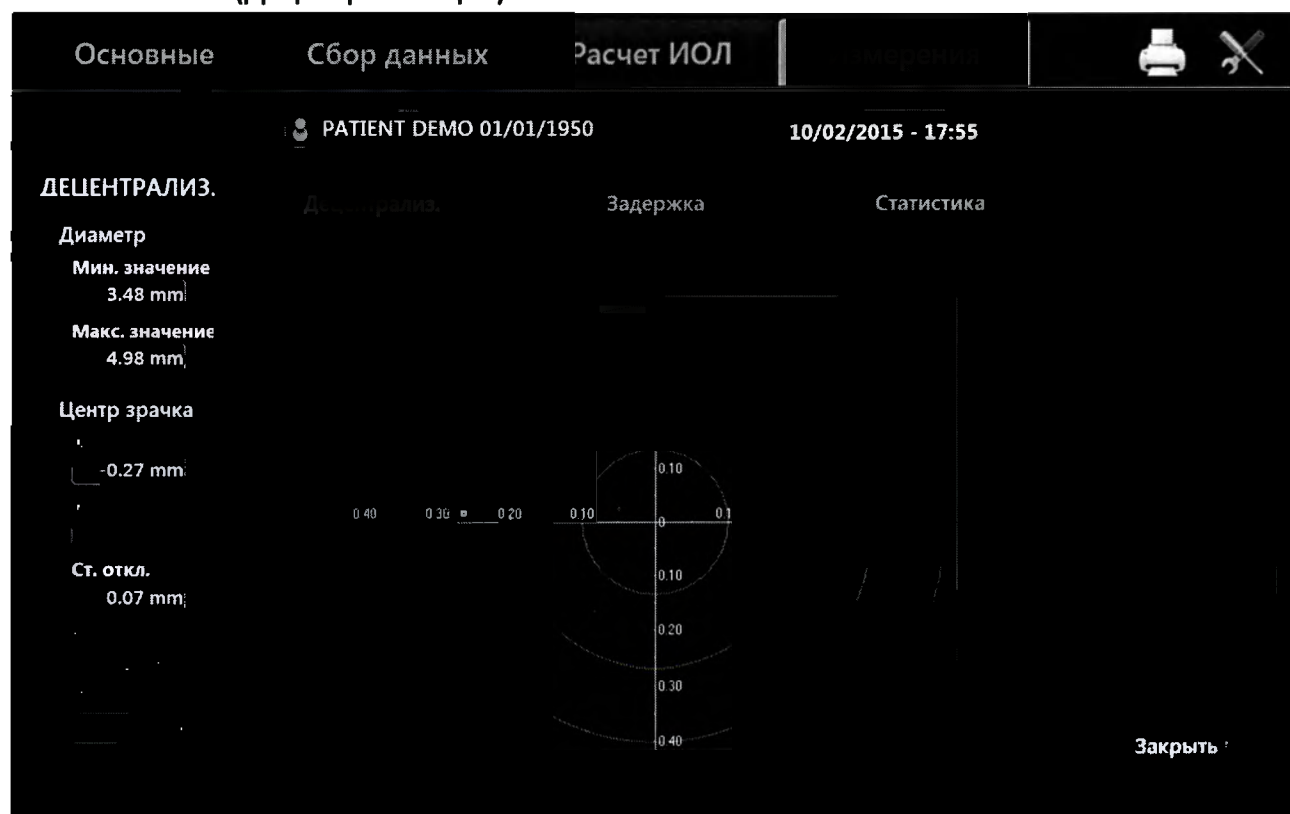

Рисунок 61
- **Decentralization (Децентрализация)** (Рисунок 61)